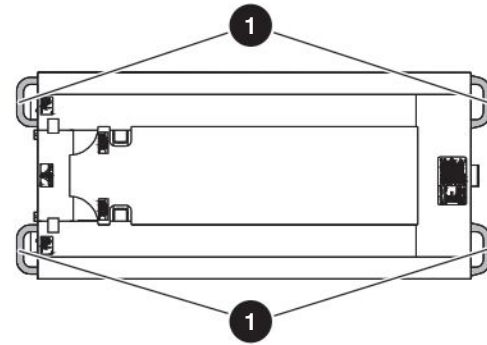
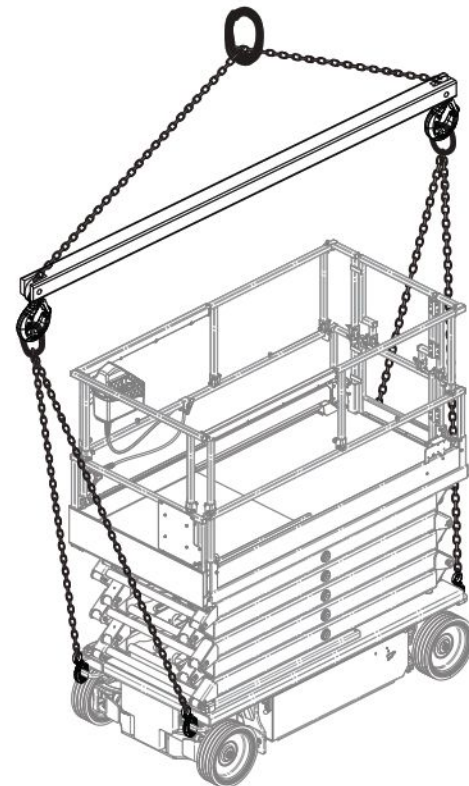
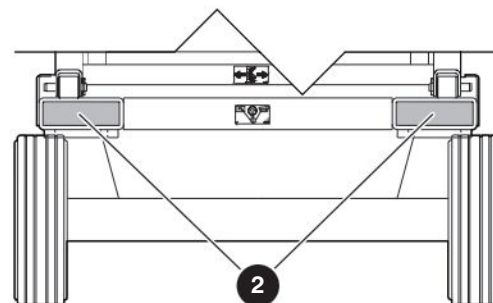

Figura 11 Pontos de amarração e de elevação
Figura 12 Método apropriado de guincho
Figura 13 Aberturas para transporte com empilhadeira
- Conecte a amarração a todos os **quatro pontos de elevação 1** ou use os garfos nas **aberturas para transporte com empilhadeira 2** designadas. Consulte a Figura 11, Figura 12 e Figura 13.
Ao transportar a MEWP, ela deve estar conectada ao caminhão ou à plataforma de reboque. Use os pontos de amarração disponíveis ① para conectar a MEWP. Consulte a Figura 11. O descumprimento pode resultar em risco de morte ou acidente grave.
- Amarre a MEWP ao veículo de transporte usando os quatro **pontos de amarração** ①. Consulte a Figura 11.